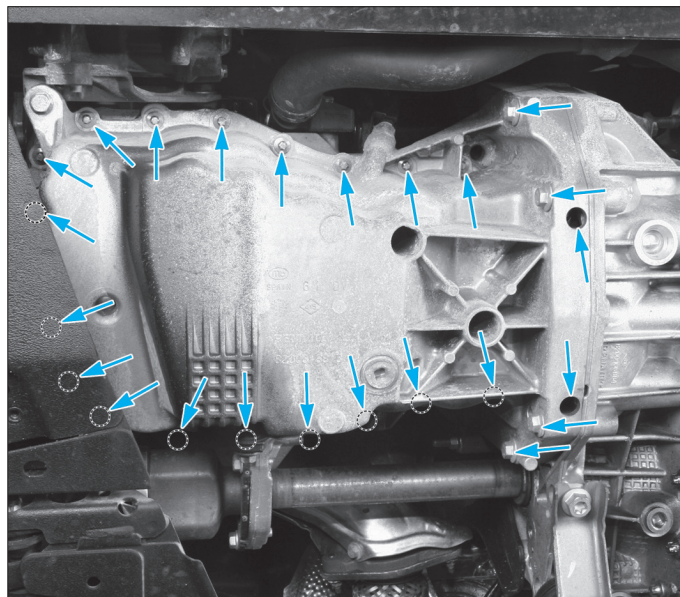

Fig. 26
- Déposer les vis de fixation du carter inférieur sous le bloc-cylindres et sur le carter d'embrayage (Fig.26).